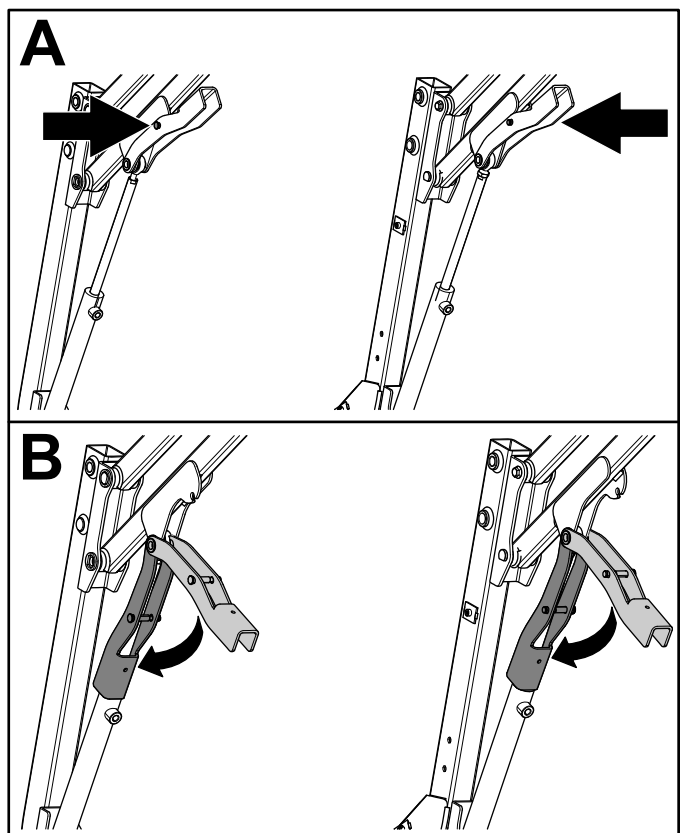

Figura 41
- Spingete il perno sul blocco di sicurezza magnetico verso l'interno (Figura 41).
- Con il perno dentro, abbassate il blocco di sicurezza magnetico sul cilindro idraulico (Figura 41).